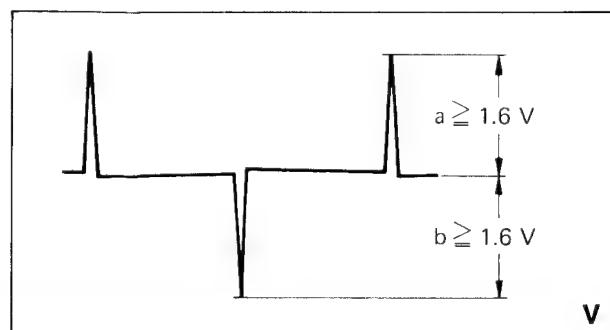

Bild 3-2
2. Oszilloskop an TP 3, positive und negative Spitzen müssen größer als $1,6 V_{ss}$ sein (Bild 3-2).